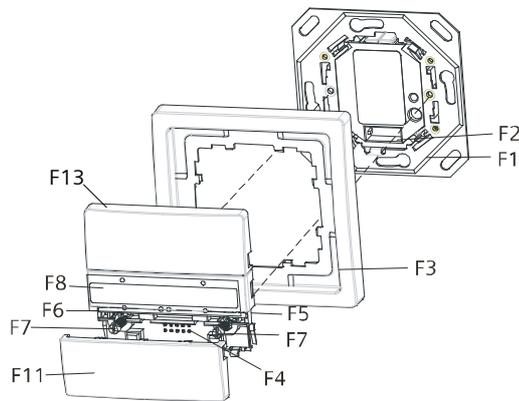

Bild 3: Montager Reihenfolge
- Den Taster (Bild 3) komplett mit dem Rahmen (F3) von dem Busankoppler UP (F1) abziehen: